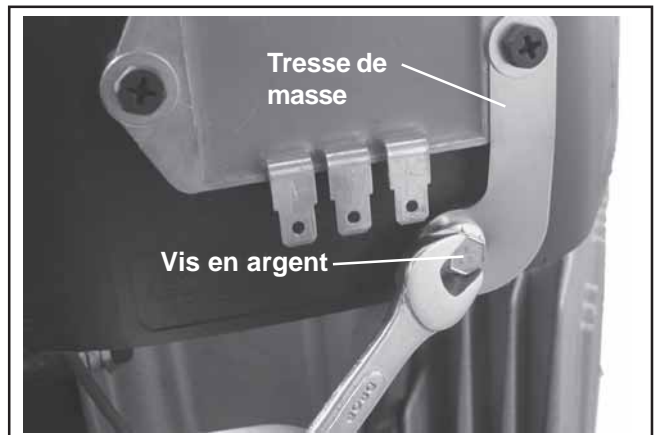

Figure 9-25. Tresse de masse du redresseur-régulateur.
6. Retirer les vis hexagonales à brides restantes maintenant le carter du ventilateur. Noter la vis argentée utilisée pour le câble de terre ou la tresse de masse du redresseur-régulateur. Retirer le carter du ventilateur. Voir les Figures 9-25 et 9-26.